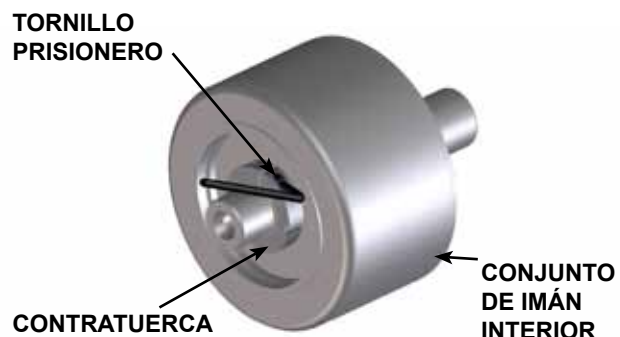

FIGURA 8
12. Inserte una barra de bronce en el rotor (36) a través de un orificio entre dos dientes del rotor y retire la contratuerca dividida (66), consulte la **Figura 8**. Deslice el conjunto de imán interior fuera del eje. Asegúrese de que la arandela de empuje exterior (60) no salga con el conjunto de imán interior. Si la arandela de empuje golpea la chaveta del eje (62) se puede agrietar o romper. No olvide que éste es un imán muy potente. Inspeccione que el ensamble del magneto no tenga daños ni desgaste; reemplácelo si fuese necesario. Si se requiere más desmontaje, continúe al paso siguiente.